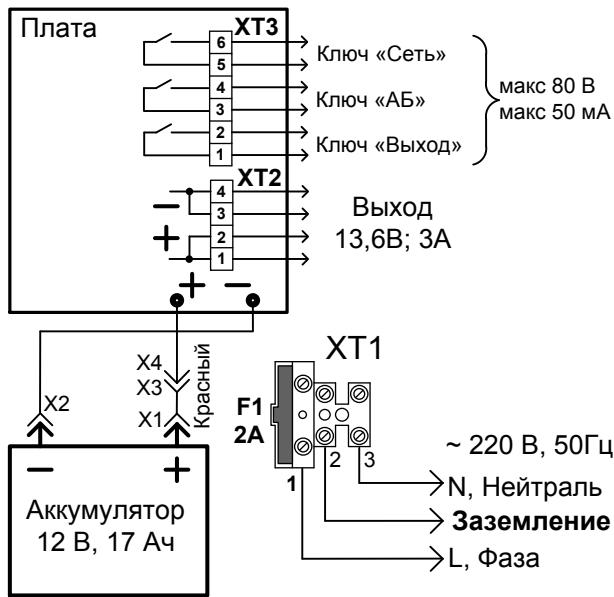

Рис. 2
ВНИМАНИЕ! При подключении внешнего питающего напряжения 220 В к сетевой колодке XT1 необходимо соблюдать правильность подключения проводов «фаза» и «нейтраль». Подключение производить в соответствии с Рис. 2. Схема подключения также расположена на внутренней стороне корпуса РИП.
3.2.4 Согласно схеме соединений (рис. 2):
б) изъять из колодки вставку F1 (2 A), подключить сетевые провода к входной колодке (**фаза (L)** должна быть подключена к **ХТ1:1**, см. рис. 2);